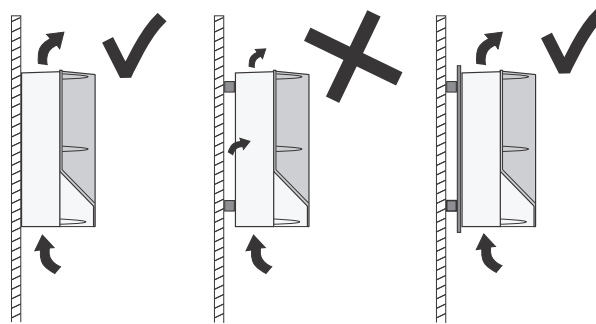

Рис. 3 Подвешивание устройства CUE на стене или установка на заднюю пластину
- Подвешивание устройства CUE на стене или установка на заднюю пластину. См. рис. 3.